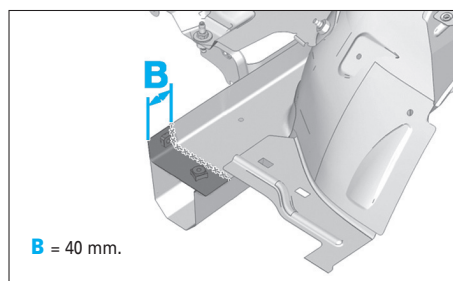

FIG. 21
- Découper la semelle de longeron suivant la lignes de coupe (Fig.21).